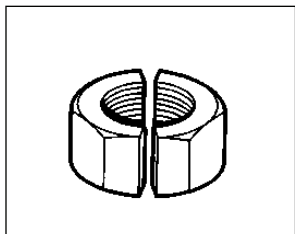

Figura 9: Eseguire due tagli
12. Se necessario, può essere effettuato un secondo taglio, a 180° rispetto al primo, così da tagliare a metà il dado. Vedere la Figura 9.